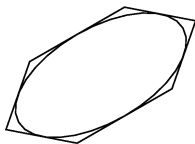

图 7-6 对话框插入“lw1”示例
如图 7-6 所示。
(6) 单击 **确定** 按钮，在“指定插入点或 [比例(S)/X/Y/Z/旋转(R)/预览比例(PS)/PX/PY/PZ/预览旋转(PR)]: ”的提示下点取屏幕上的某一点，结果如图 7-6 所示。